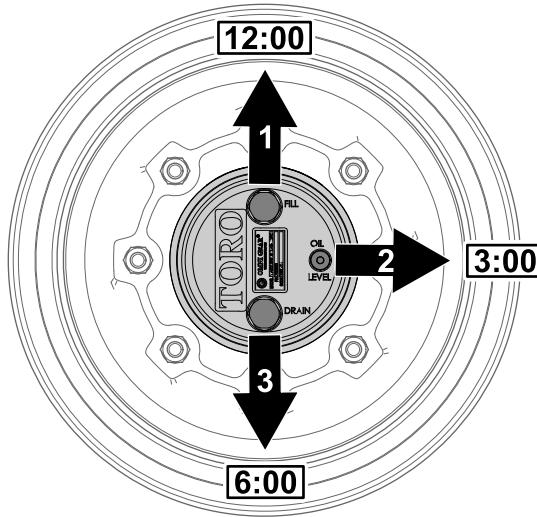

Figura 72
1. Parcheggiate la macchina su una superficie pianeggiante e posizionate la ruota in modo che il tappo di riempimento si trovi nella posizione a ore 12, il tappo di controllo nella posizione a ore 3 e il tappo di spurgo nella posizione a ore 6 (Figura 72).
2. Rimuovete il tappo di controllo nella posizione a ore 3 (Figura 72).
1. Parcheggiate la macchina su una superficie pianeggiante, posizionate la ruota in modo che il tappo di riempimento si trovi nella posizione a ore 12, il tappo di controllo nella posizione a ore 3 e il tappo di spurgo nella posizione a ore 6; fate riferimento alla Figura 72 in Controllo del lubrificante della trasmissione degli ingranaggi a ruotismo planetario (pagina 76).